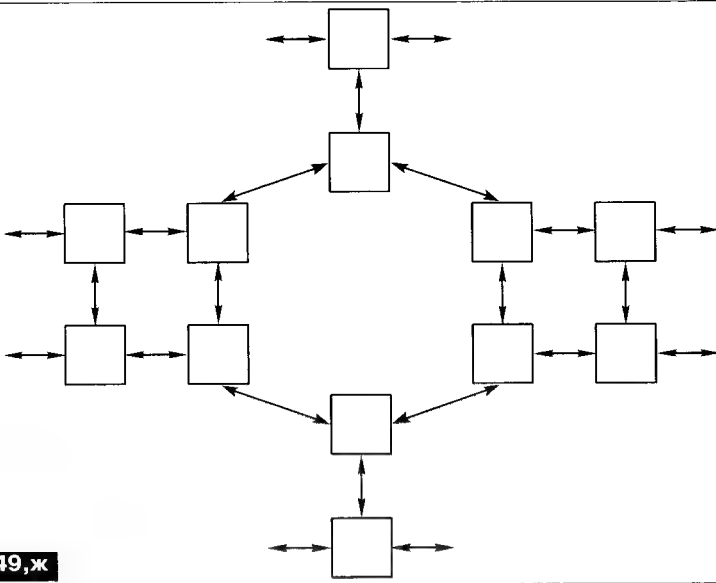

рис.49,ж
- звездообразная (star topology, рис.49, а);
- кольцевая (ring topology, рис.49, б);
- линейная (daisy-chain topology, рис.49, в);
- общая шина (bus topology, рис.49, г);
- полносвязная (full mesh topology, рис.49, д);
- древовидная (tree topology, рис.49, е);
- сотовая (cellular topology, рис.49, ж).